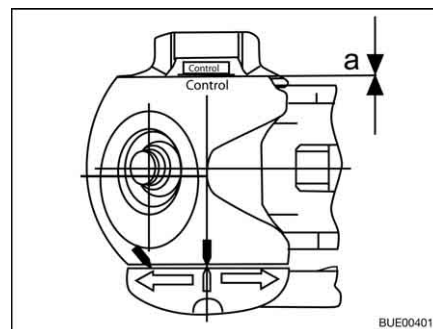

Fig. 202 Controllo usura
- Distanza  $a = 0$  (Fig. 202): Controllare guarnizioni di attrito ed ev. sostituirle.